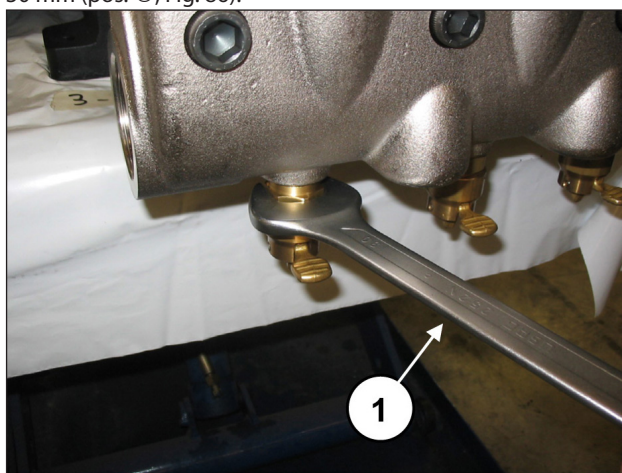

Fig. 86
Svitare il dispositivo apertura valvole mediante chiave da 30 mm (pos. ①, Fig. 86).